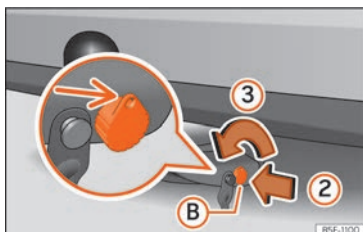

Abb. 260 Schloss entriegeln
- Stecken Sie den Schlüssel **B** in Pfeilrichtung **2** in das Schloss »» Abb. 260.